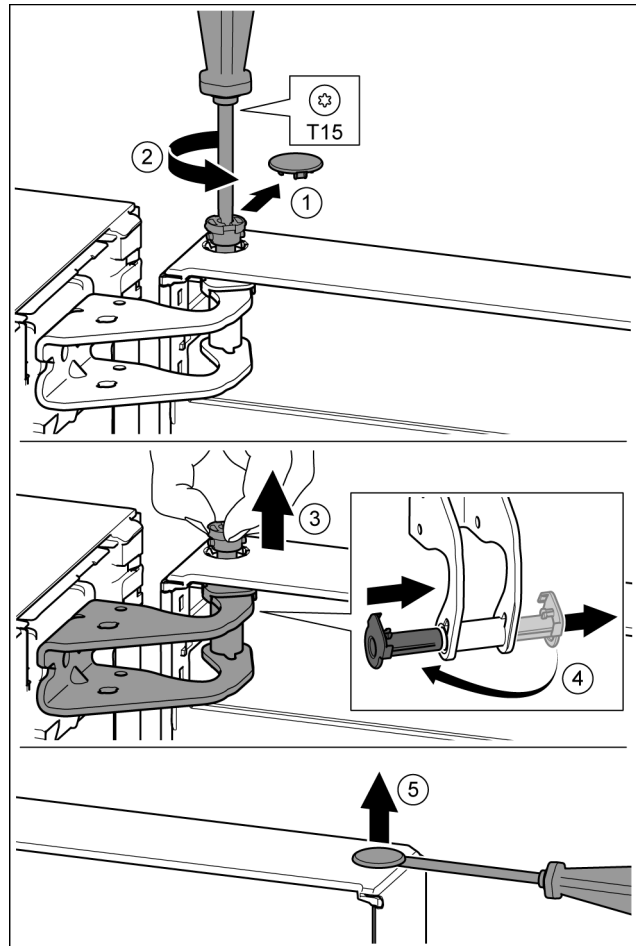

Fig. 13
- ▶ Óvatosan húzza le a biztonsági fedelet. Fig. 13 (1)
- ▶ A csapot a T15 csavarhúzóval kicsit tekerje ki. Fig. 13 (2)
- ▶ Tartsa meg az ajtót, és a csapszeget az ujjával húzza ki. Fig. 13 (3)
- ▶ Húzza ki a csapágyperselyt a vezetősínből. A másik oldalra helyezze és pattintsa be. Fig. 13 (4)
- ▶ A dugót egy hornyoltfejű csavarhúzóval óvatosan emelje ki az ajtó csapágyperselyből, és húzza ki. Fig. 13 (5)